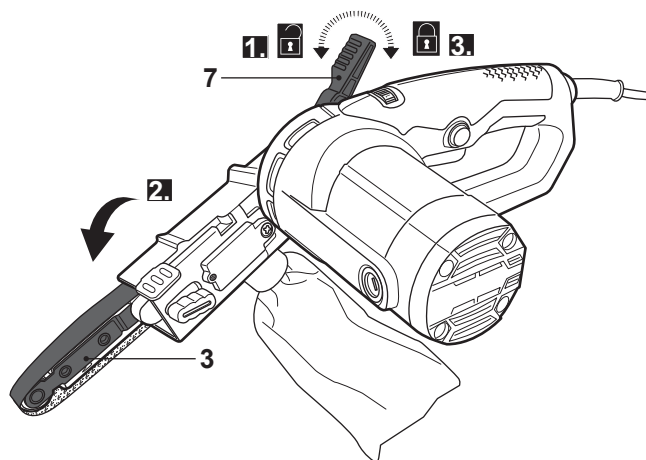

Fig. 15
- > Empurre a alavanca de bloqueio (7) para a frente (Fig. 15, passo 1).
- > Mova o braço da lixadora (3) para baixo para a posição desejada (Fig. 15, passo 2).
- > Pressione a alavanca de bloqueio (7) para a sua posição inicial com uma ligeira pressão (Fig. 15, passo 3). Não a aperte demasiado.